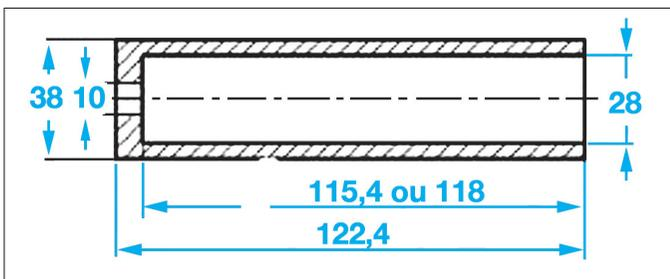

Fig. 12
- [1]. Outil de repose de l'ensemble roulement et soufflet (Fig.12).